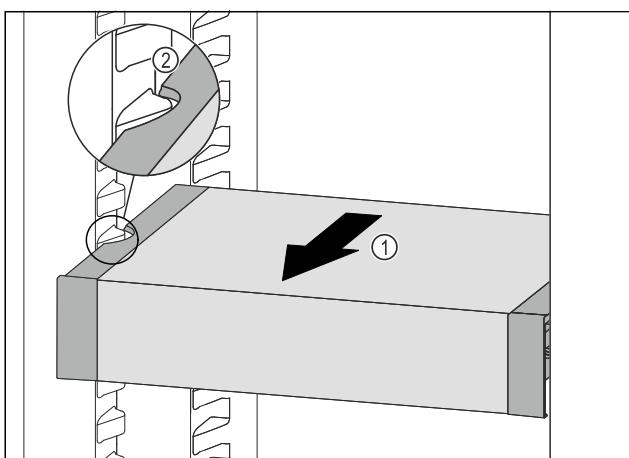

Fig. 72
► Потягнути VarioSafe вперед Fig. 72 (1), поки бокові заглиблення VarioSafe не опиняться на рівні ребра для резервуара в охолоджувальному відділенні. Fig. 72 (2)